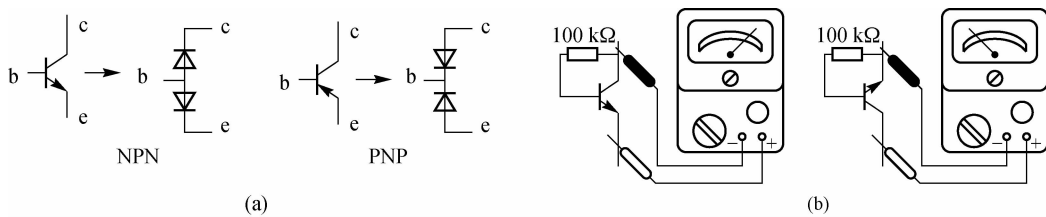

图 3-8 万用表判别管型及管脚
(2) 判别管子的类型。NPN 型晶体管和 PNP 型晶体管的 PN 结等效电路如图 3-8(a)所示。从图中可见,用万用表欧姆挡测量集电极 c 和发射极 e,不管表笔怎样连接,总有一个 PN 结处于反向截止状态,所以在晶体管的三个电极中,如果测得其中有两个电极正、反向电阻值均较大,则剩下的电极为基极 b。当基极确定后,用黑表笔接基极,红表笔分别和另外两个电极相接,若测得两个电阻均很小,即为 NPN 型晶体管;若测得两个电阻均很大,即为 PNP 型晶体管。
(3) 判断集电极和发射极。通过一个 100 kΩ 电阻把已知的基极和假定的集电极接通,如果是 NPN 型管,万用表黑表笔接假定的集电极,红表笔接假定的发射极,如图 3-8(b)所示。此时,万用表上读出一个阻值,而后把假定的集电极和发射极互换,进行第二次测量,两次测量中,测得阻值小的那一次,与黑表笔相接的那一极便是集电极。